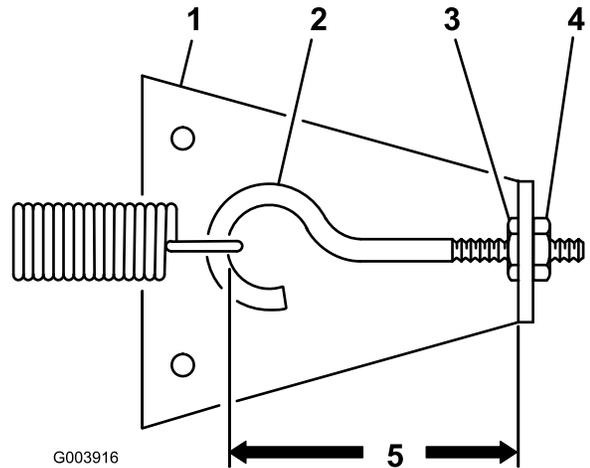

Figura 62
3. Allentate il dado di bloccaggio interno che fissa il bullone ad occhiello alla piastra di ancoraggio della molla (Figura 62).
4. Girate in senso orario il dado di bloccaggio esterno finché la distanza tra la superficie interna dell'occhiello del bullone e la superficie interna della piastra di ancoraggio della molla viene ridotta di 3 mm (Figura 62). Serrate il dado di bloccaggio interno.